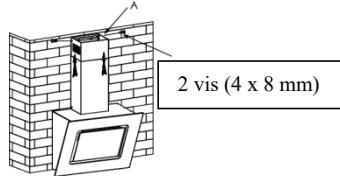

Fig. 8
9. Tirez l'intérieur du puits vers le haut et fixez-le à l'aide de deux vis (4 mm x 8 mm) sur la plaque II (voir fig. 8).